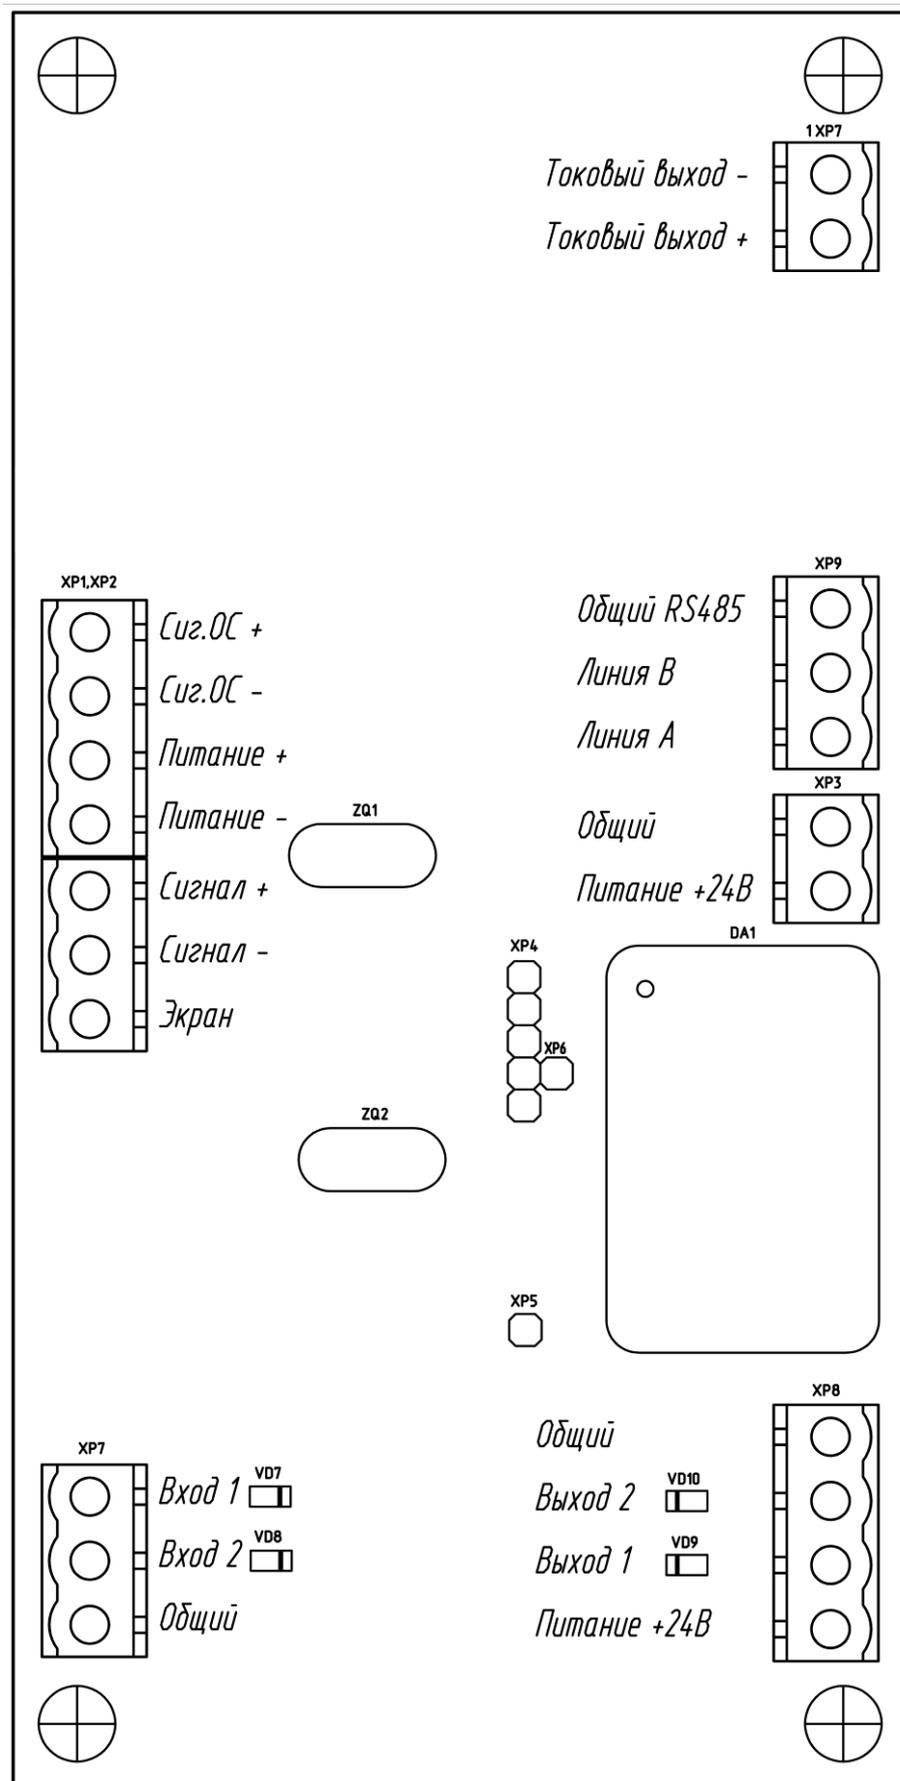
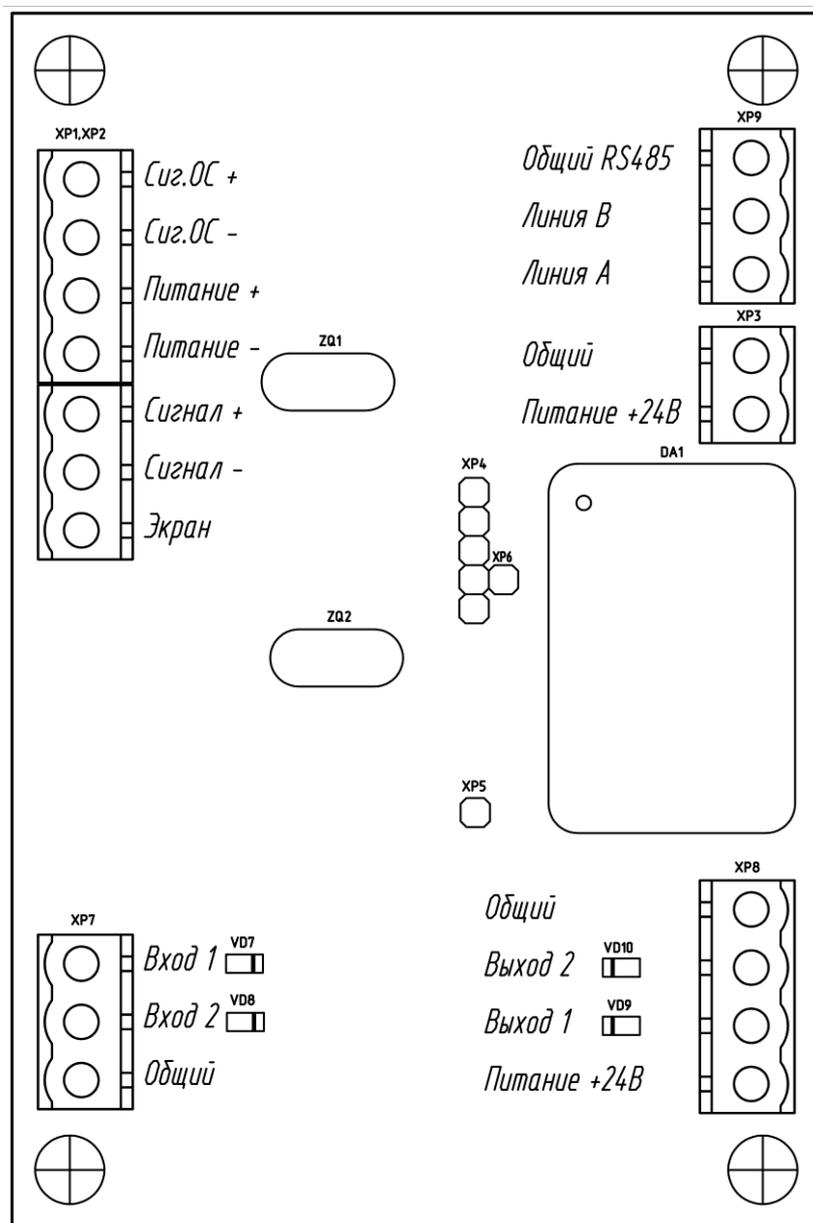

Рисунок 1 – Назначение контактов разъемов, исполнения 1 и 3
Рисунок 2 – Назначение контактов разъемов, исполнение 2
10.1 Подключить внешние устройства весоизмерительной системы к соответствующим контактам разъемов согласно схеме подключения (рисунок 1 или рисунок 2). Запрещается подключение и отключение кабелей к соединителям при включенном сетевом питании.
10.1.6 Подключить аналоговый выход (только для исполнений 1 и 3). Сигнал токового выхода снимается с клеммной колодки 1XP7 (рисунок 1).